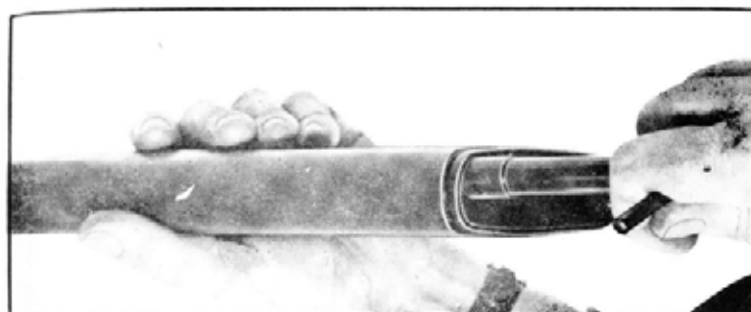

Fig. 56
2. con chiave 101 svitare vite tirante per separare il calcio dalla scatola scatto (fig. 56).
2. using key 101 unscrew tie rod to remove buttstock from trigger housing (figure 56).